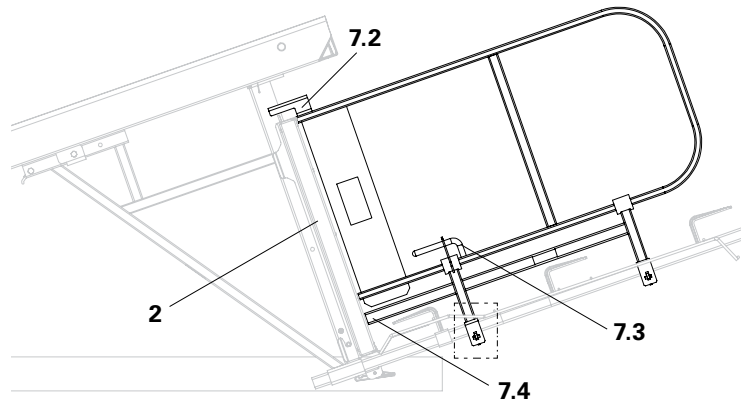

Fig. A8.02
3. La fixation (7.4) doit reposer sur le platelage (2). (Fig. A8.02)
4. Placer le boulon de blocage (7.3) au milieu et le fixer sur la console MXK. (Fig. A8.02 + A8.05a + A8.05b)
5. Placer le support (7.2) du portillon d'about MXK au milieu sur la console MXK (1). (Fig. A8.02)